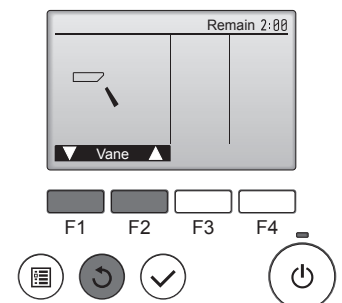

Fig. 7-4
- ② Pritisnite gumb [ODABER] radi prikaza zaslona Rad lopatica, a zatim pritisnite gumb [F1] i [F2] da biste provjerili auto lopaticu. (Fig. 7-4)